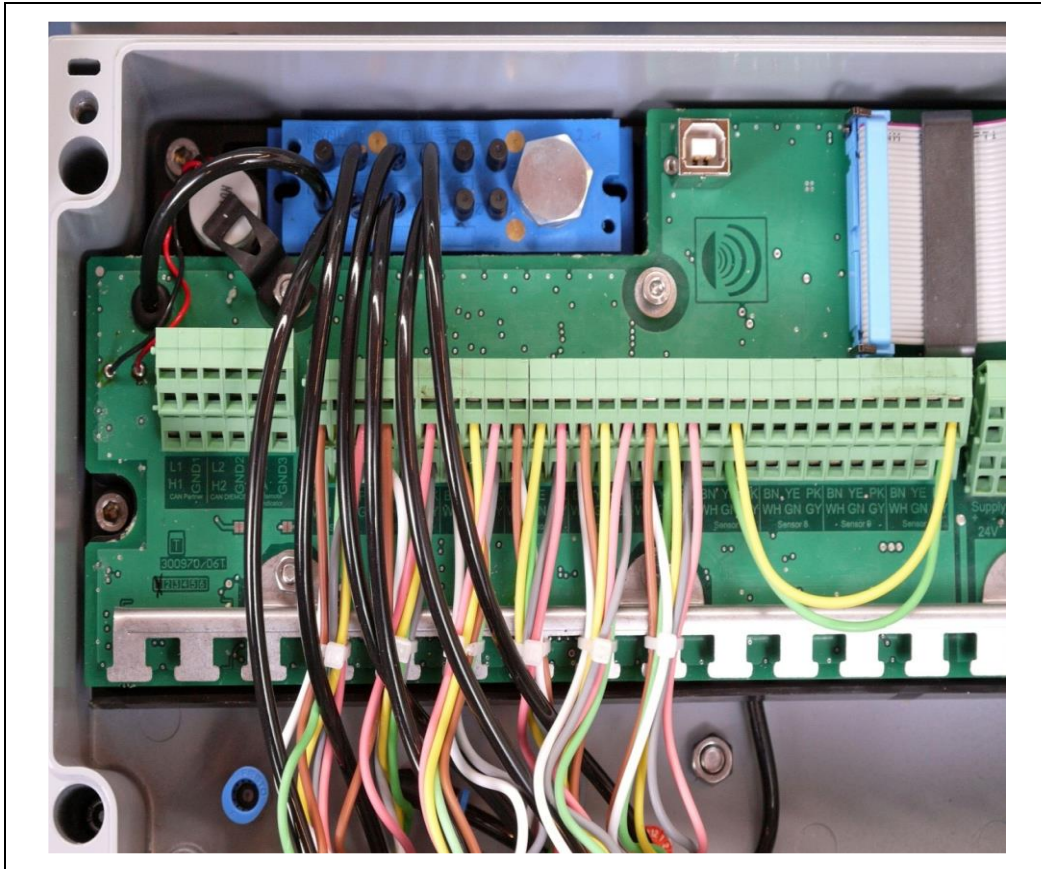

Abb.: 9 : Montage und Installation abgeschlossen (Beispiel mit 6 Hybridschläuchen)
- ▶ Der Pneumatik- Schlauch [③] darf nicht mit Kabelbinder am Kabelbinderhalteblech o. ä. fixiert werden. (Abb. 9)
- ▶ Eine ordnungsgemäße und herstellerekonforme Installation der Pneumatik-Schläuche, ist gemäß Abb. 9 herzustellen!